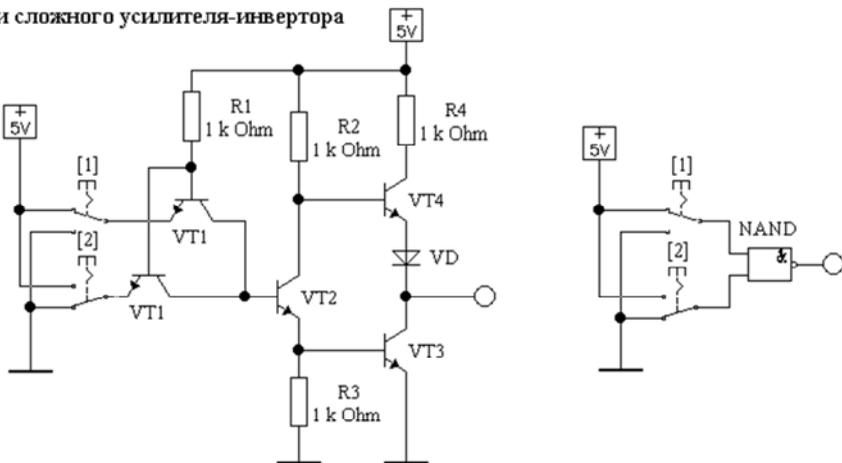

Рис. 11.9. Базовый элемент И-НЕ со сложным инвертором на основе микросхемы К155ЛА3 логики ТТЛ (файл **ttl155.ewb**)
3. Исследовать базовый элемент И-НЕ со сложным инвертором (файл **ttl155.ewb**, рис. 11.9).